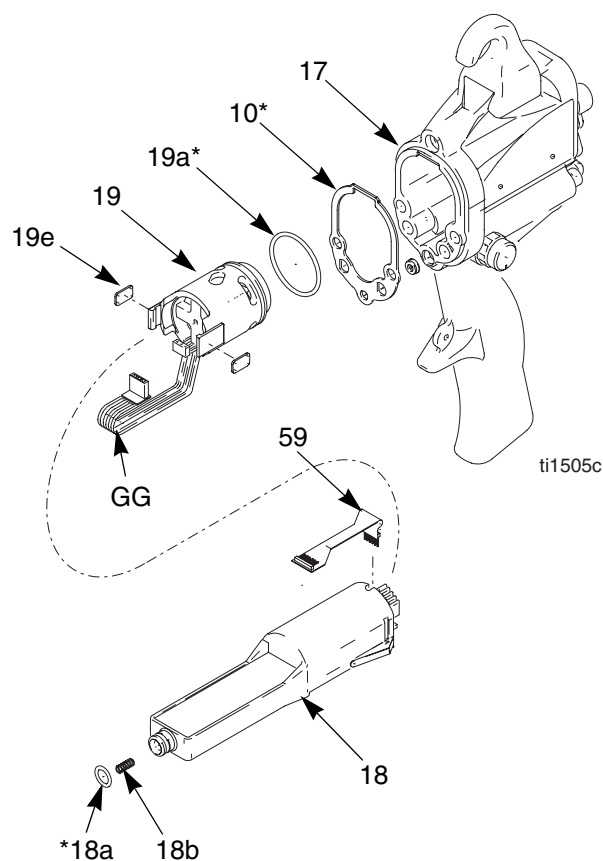

Fig. 30. Alimentatore
3. Afferrare l'alimentatore (18) con le mani, e, spostandolo delicatamente da un lato all'altro, liberare il gruppo alimentatore/alternatore dall'impugnatura (17) della pistola, quindi estrarlo con attenzione. *Solo su modelli smart*, scollegare il circuito flessibile (59) dalla presa sulla parte superiore dell'impugnatura (17). Vedere la FIG. 30.
4. Scollegare il connettore a tre fili (GG) dall'alimentatore. Fare scorrere l'alternatore verso l'alto e all'infuori dell'alimentatore. Ispezionare l'alimentatore e l'alternatore per la presenza di danni. *Solo sui modelli Smart*, scollegare il circuito flessibile a 6 pin (59) dall'alimentatore.